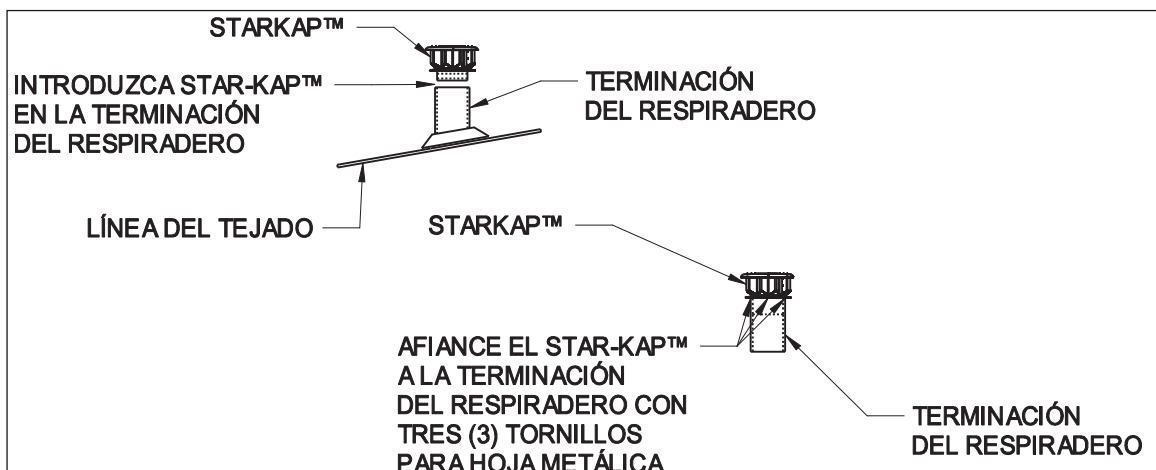

FIGURA 3
2. Introduzca el Starkap™ en el interior del tubo de terminación del respiradero, asegurándose de que el Starkap™ esté bien sellado contra el collarín. Afiance el Starkap™ al tubo de terminación del respiradero usando tres (3) tornillos para hoja metálica. La ubicación de los tornillos debe ser aproximadamente a 1/2 pulgada del extremo del tubo de terminación del respiradero. (Ver Figura 3) Las cabezas de los tornillos deben estar cubiertas con un compuesto sellador de silicona para altas temperaturas o un equivalente.